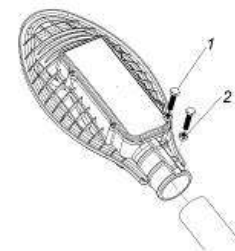

Рис. 1
- 6.4 Произвести монтаж светильника как показано на рис. 1: